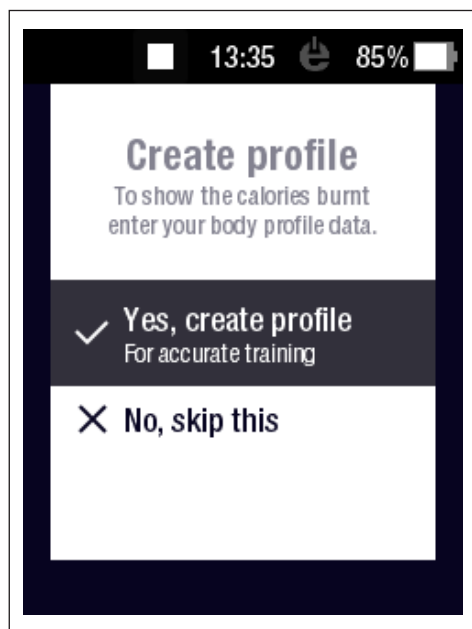
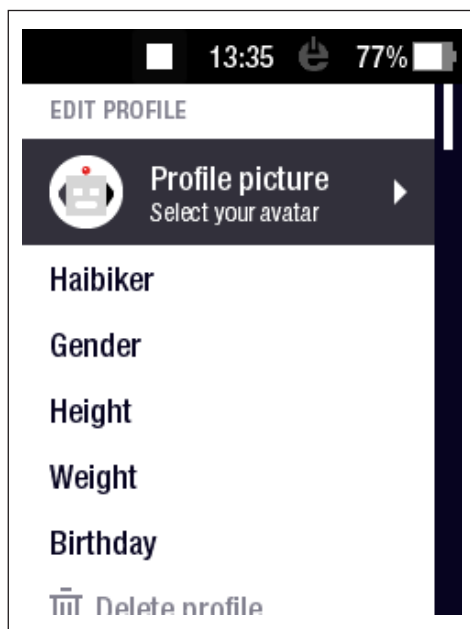

Fig. 47: Créer un profil
Fig. 48: Saisie de données pour le profil
- ▶ Créez un profil avec vos données (photo de profil (Profile picture), sexe (Gender), taille (Height), poids (Weight) et date de naissance (Birthday)) pour personnaliser votre Pedelec (voir Fig. 47 et Fig. 48).